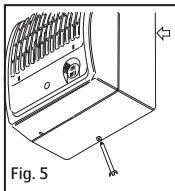

Fig. 5
3. Løsne viftehus fra bakplaten ved å løsne skrue i bunn, Fig. 5.